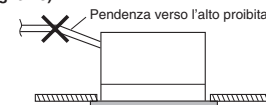

Fig. 3-28
- Non installare il tubo con una pendenza in su dal foro di collegamento. Questo causerebbe il riflusso dell'acqua di scarico e perdite dall'unità quando questa non è in uso. (Fig. 3-28)